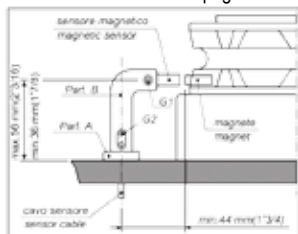

Fig. 1B
2. En el caso de molinetes de eje vertical (véase Fig. 1B), practicar el agujero en la circunferencia inferior del barbotén.